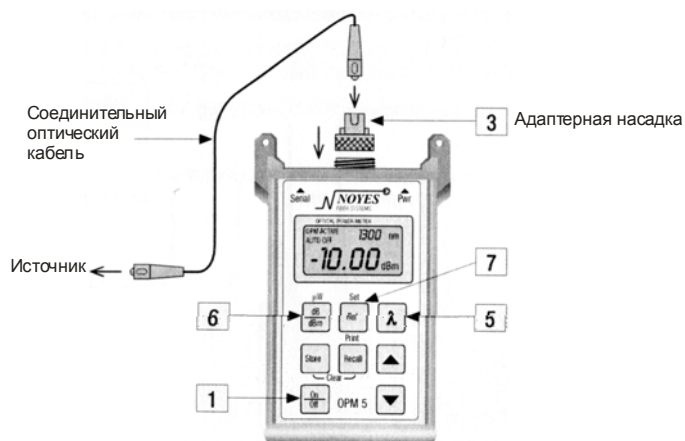

Рис.2
3. Подключите один конец соединительного оптического кабеля к OPM5 и другой конец к измеряемому оптическому выходу в соответствии с рис. 2.